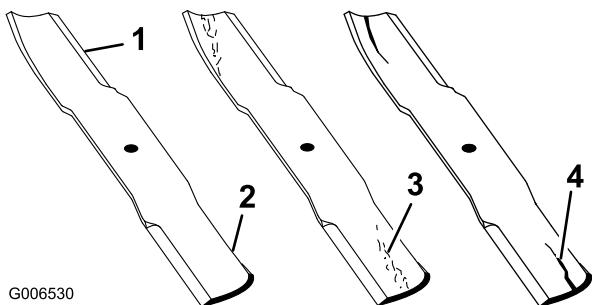

Figure 54
1. Examinez le tranchant des lames (Figure 54). Si les lames ne sont pas tranchantes ou si elles présentent des indentations, déposez-les et aiguisez-les. Voir Aiguisage des lames.
2. Inspectez les lames, surtout la partie relevée (Figure 54). Remplacez immédiatement toute lame usée ou qui présente une fissure ou une entaille (repère 3. de la Figure 54).